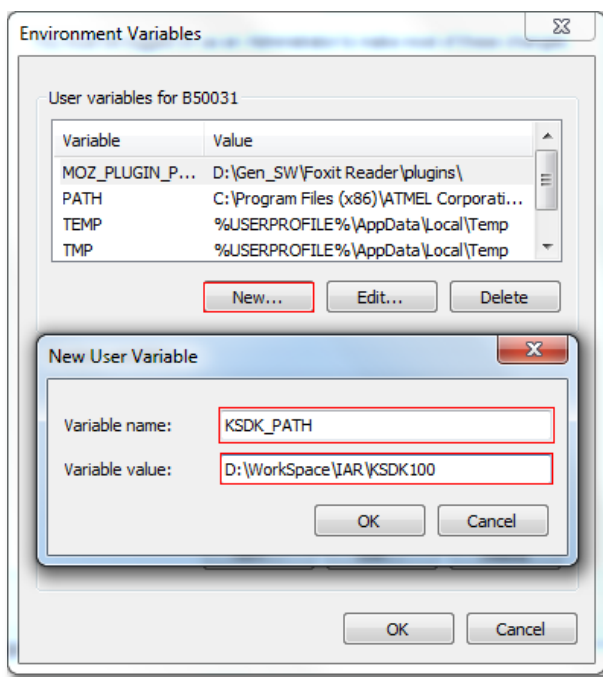

图 78 设置环境变量
2. 设置环境变量。右击“我的电脑”，依次点击“属性”→“高级系统设置”→“环境变量”可以看到如何添加新的环境变量，并按图 78方式相应设置。